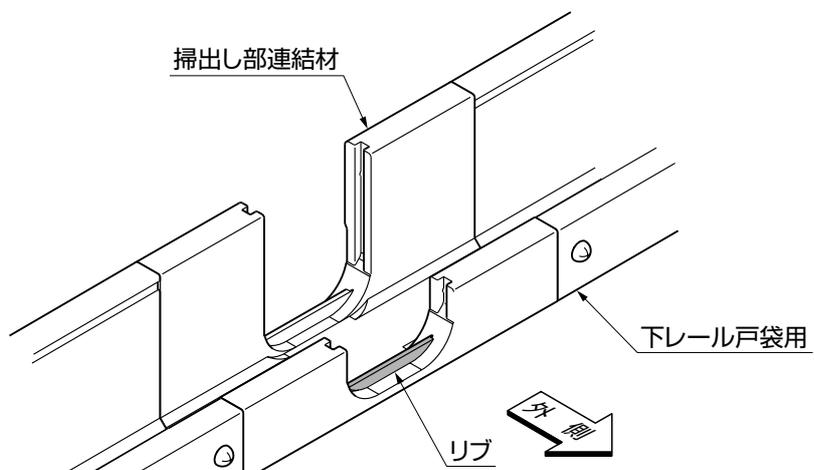

図7-3
①外側の掃出し部連結材のリップを切取ってください。(図7-3参照)